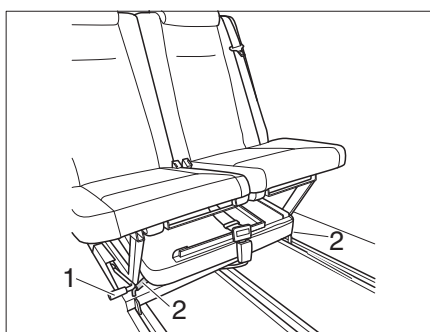
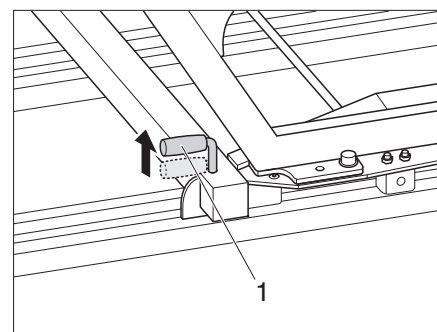

Fig. 9 Smontaggio del divanetto
Fig. 10 Leva di serraggio
- Tirare verso l'alto entrambe le leve di serraggio (Fig. 9,2 o Fig. 10,1).
- Tirare la leva di posizionamento (Fig. 9,1) e spingere con cautela il divanetto all'indietro fino a quando può essere sollevato dalle guide.